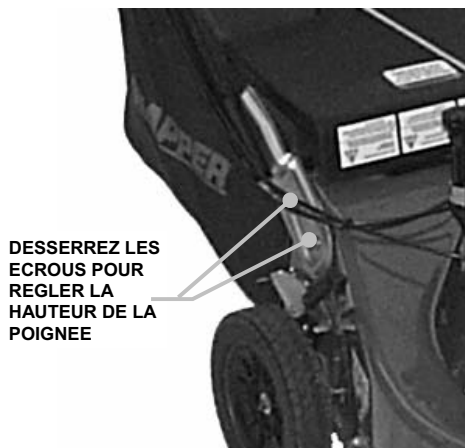

FIGURE 2.6
1. Desserrez les écrous inférieurs au niveau des deux manchons inférieurs, comme indiqué sur la figure 2.6.